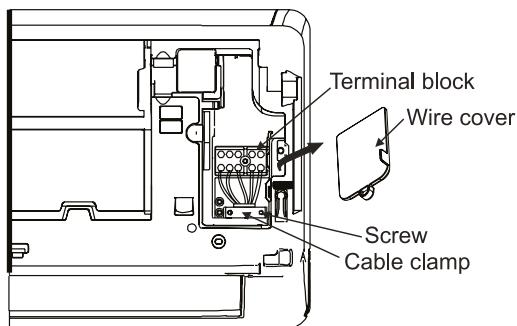

Figura 19
- Para montar o cabo na unidade interior: Abra o painel frontal e a tampa da fita de terminais no lado direito da unidade interior. Figura 19.